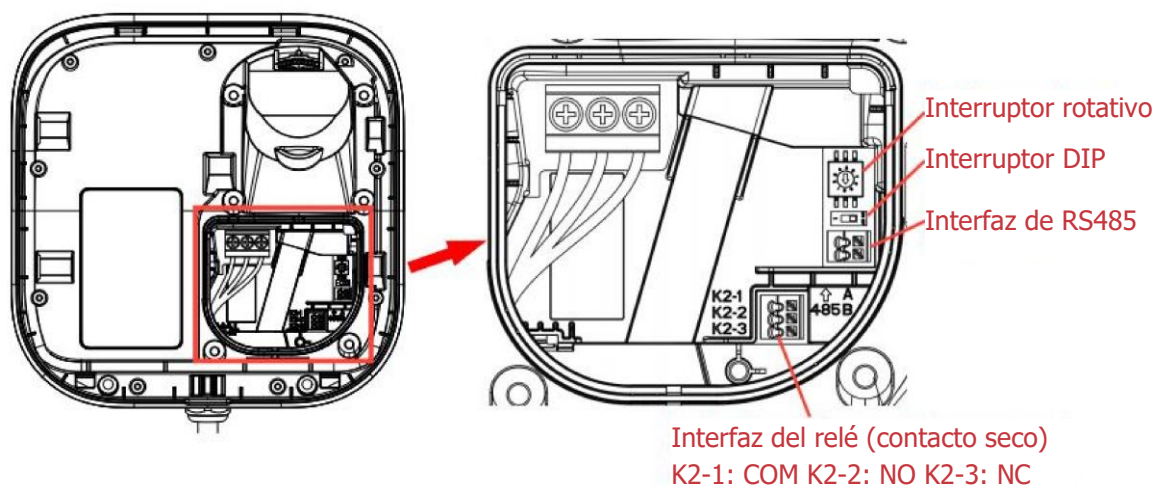
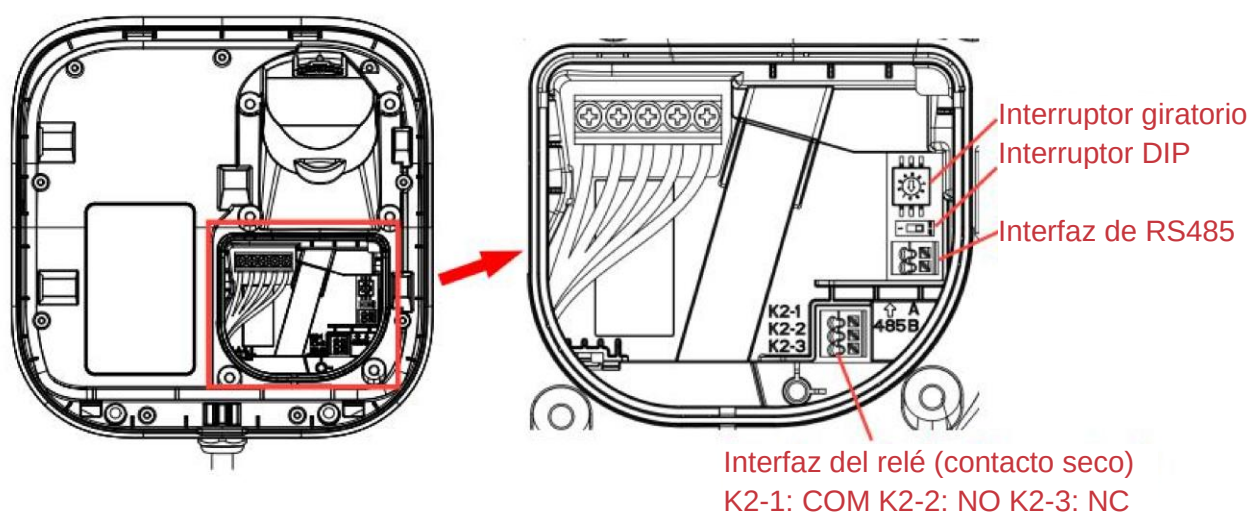

Figura 4-18. 7kW
Figura 4-19. 11kW
(6) El diagrama de cableado interno se muestra en la Figura 4-18 y en la Figura 4-19.